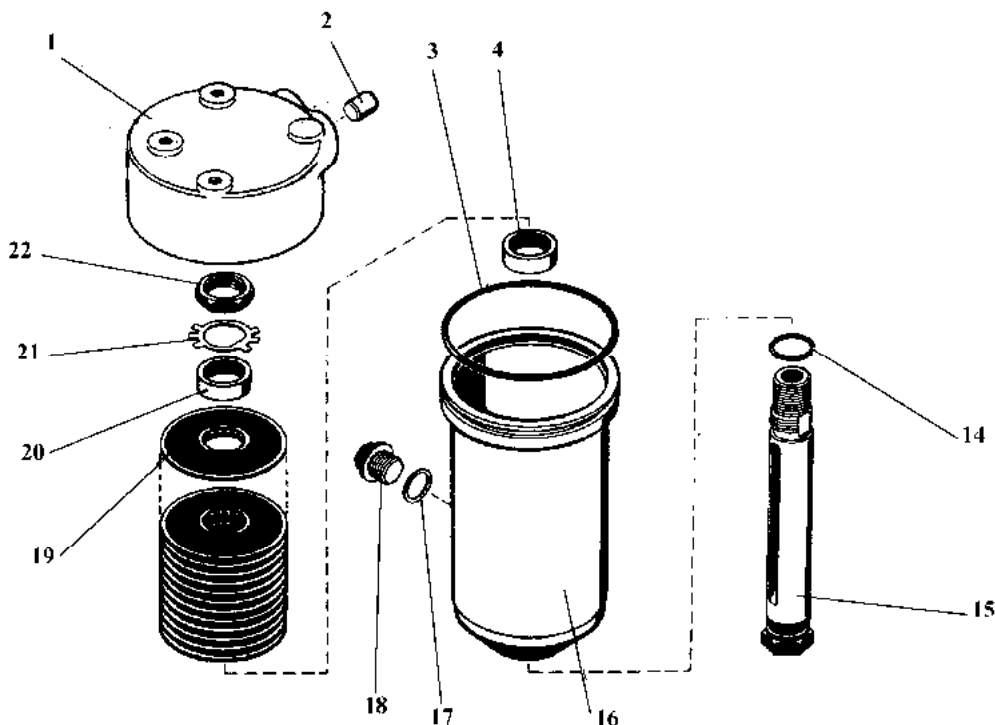

Рис. 81. Фильтр коробки передач с напорным клапаном
- а) Отверните пробку 18 (рис. 81) фильтра и слейте масло.